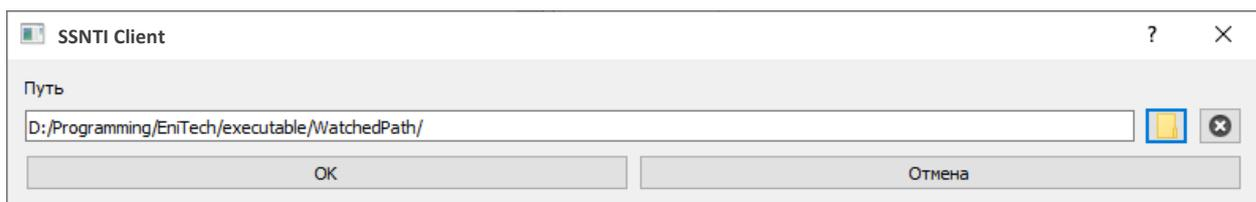

Рисунок 4.48 Окно выбора директории
- В правой нижней таблице окна отображаются пути для сбора файлов для тех узлов дерева, которые отвечают за определенные группы файлов. Здесь можно выбрать, какую папку клиент будет отслеживать на наличие новых файлов соответствующих расширений. Для этого необходимо нажать на поле «Путь» в таблице и ввести путь вручную или выбрать файл через диалог выбора файлов (Рисунок 4.48), нажав на значок папки справа от поля пути. Значок крестика позволяет очистить поле;